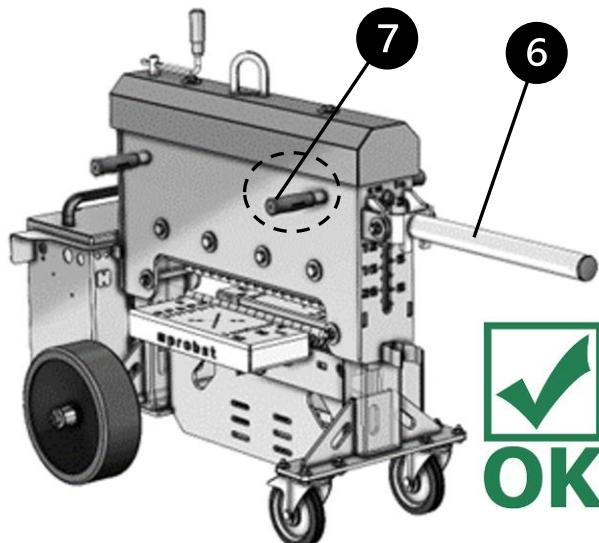

Abb. 2
- Para ello, la palanca de transporte **6** debe colocarse en posición horizontal → Abb. 2